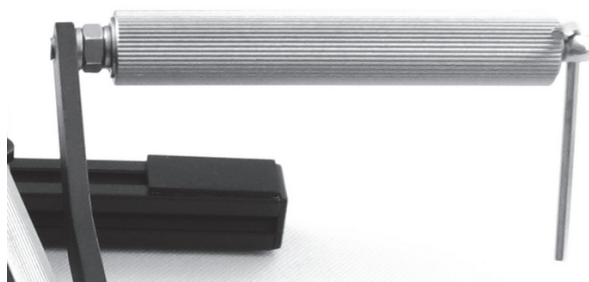

Рис. 2.17.
7.2. Прикрутите опорную штангу к силовой штанге, используя для затяжки ключ из комплекта поставки (рис. 2.17) или отвертку.